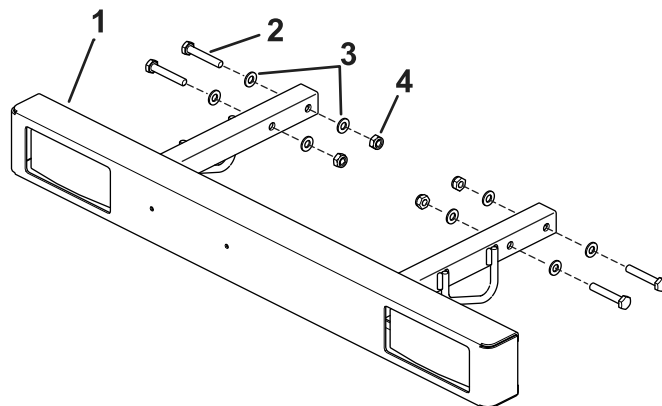

図 6
**注** ロックナットをボルトの奥まで締め付けしないでください。フランジナットとロックナットの間にスプリングが入ります 図 6。
5. スプリングの量はシリーズを 図 6 のように取り付ける。